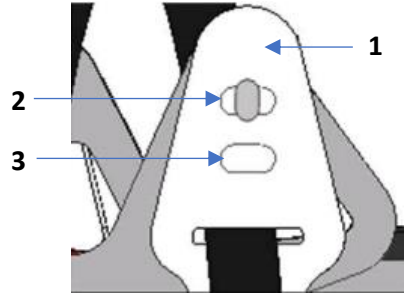

Fig. 2
El casco cuenta con dos posiciones de ajuste de altura de uso (Fig. 2). Una vez puesto en la cabeza, asegúrese de que las bandas estén bien ajustadas según la altura de la cabeza. Los elementos de fijación de la banda (1) suelen instalarse en la posición poco profunda
(2). Para cambiar la altura de uso, fije los cuatro elementos de fijación de la banda en la posición profunda (3).